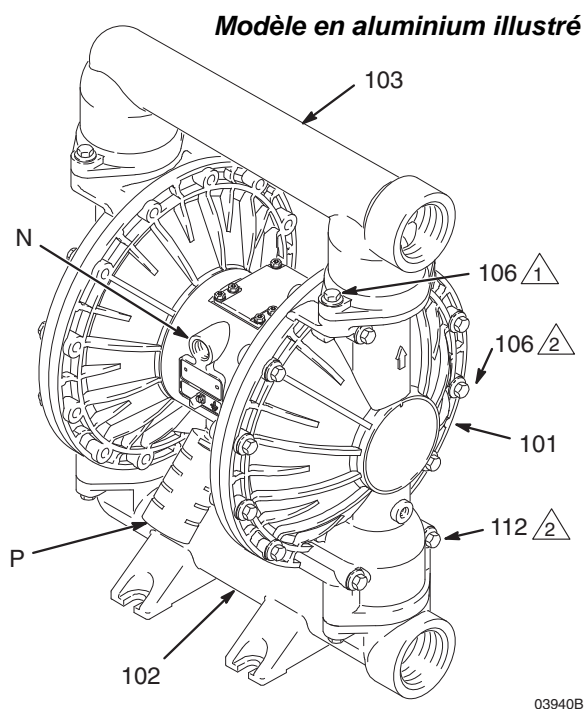

FIG. 3
- La pompe est très lourde. Si elle doit être déplacée, veillez à ce que deux personnes la soulèvent en la tenant fermement par le collecteur de sortie (103). Voir FIG. 3 à la page 10.